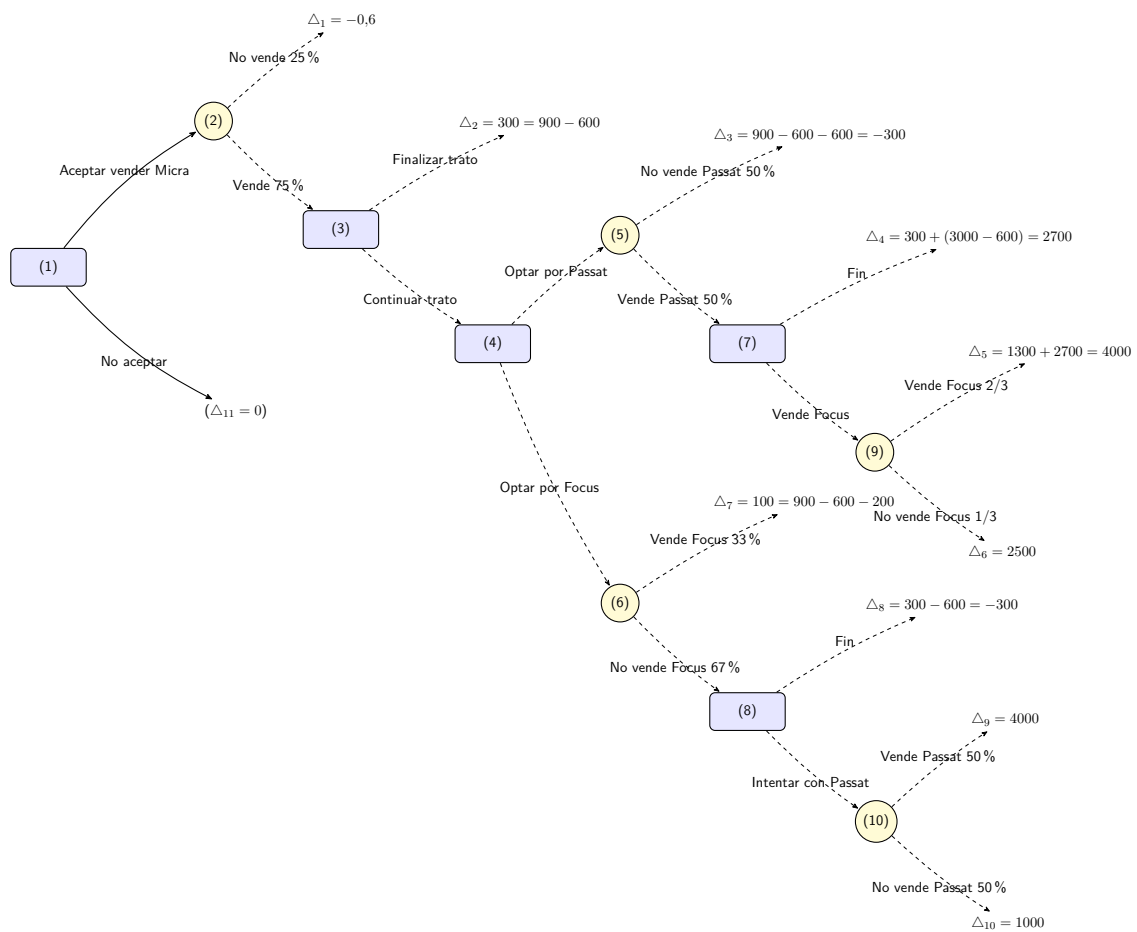

Figura 1.8: *Diagrama de Transición del AFD del Ejercicio 8.*
*Solución 1.1.8.* El grafo de decisiones corresponde con el de la figura 1.8. Las cantidades están el millones de euros.